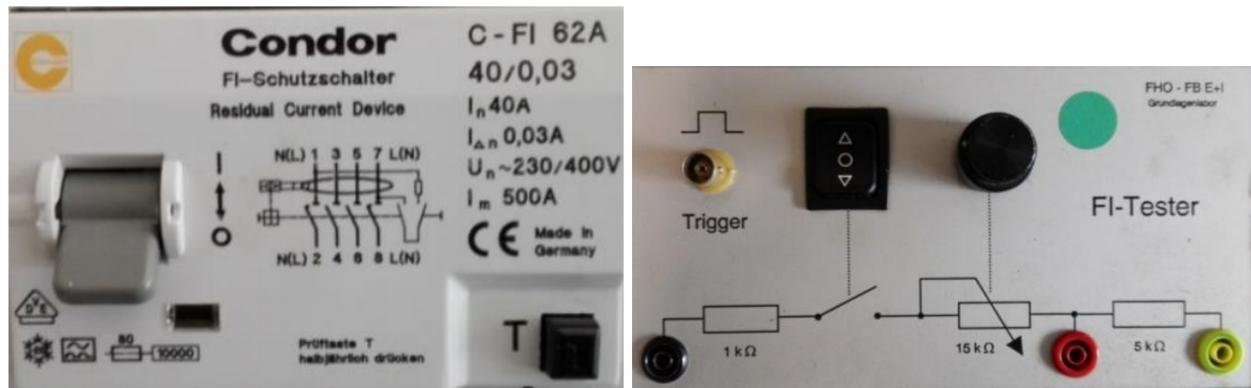

Abbildung 3: FI-Schutzschalter und FI-Tester
- b) Skizzieren Sie eine Schaltung zur Bestimmung des Fehlerstromes des FI-Schutzschalters mit Hilfe des FI-Testers aus Abbildung 3 und Multimetern zur Strom- bzw. Spannungsmessung.